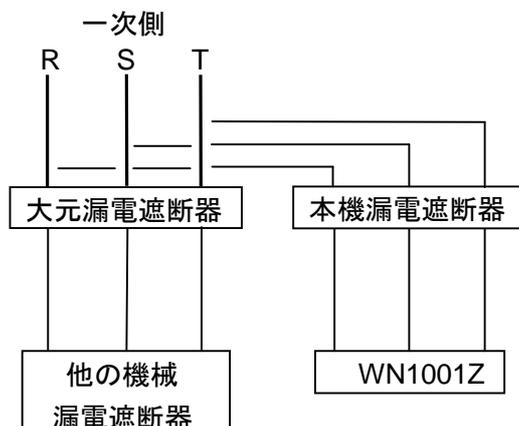

図 6-1
6.1 電源とアース工事(図 6-1)
機械専用に電気工事を行う場合には図 6-1 の要領で行ってください。